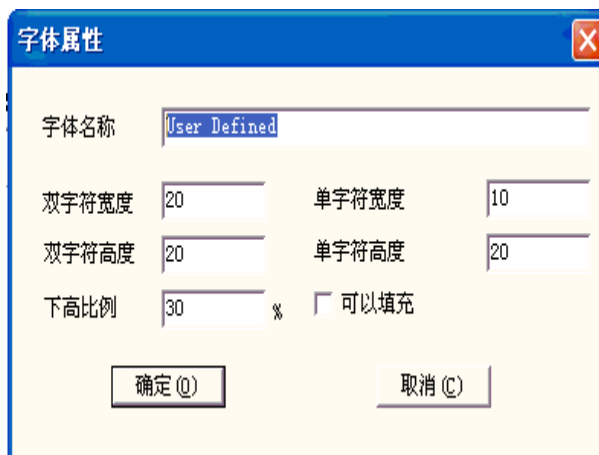

图 5-22 字体属性对话框
- 按确定创建新的 jcztest.jsf 文件后，系统弹出如图 5-22 所示的字体属性对话框，修改字体名称为 jcztest，然后按确定，则系统已经建立好字体名称为